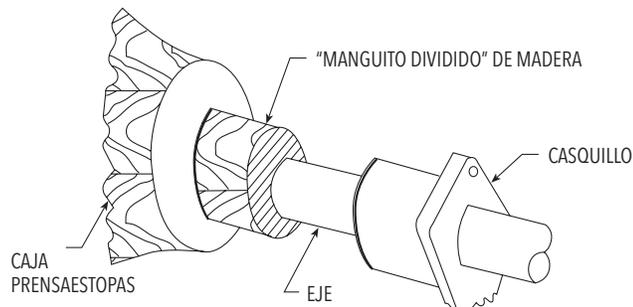

Figura 14
4. Para empaclar la caja prensaestopas, instale los anillos de empaque y el aro de linterna en la secuencia siguiente. Instale dos anillos de empaquetadura, luego el aro de linterna, y luego los tres anillos de empaquetadura restantes. Instale cada anillo por separado y asíntelo firmemente. Se recomienda el uso de un manguito dividido de madera para esta operación. Vea la figura 14. Use el casquillo para mover el manguito y el anillo dentro de la caja. Alterne las juntas en cada aro 90°. Asegúrese de que la toma embutida en la caja prensaestopas se alinea con el centro del aro de linterna. Los anillos extra son de repuesto.